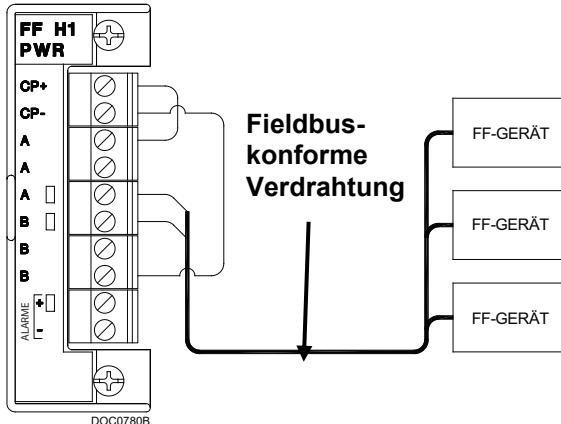
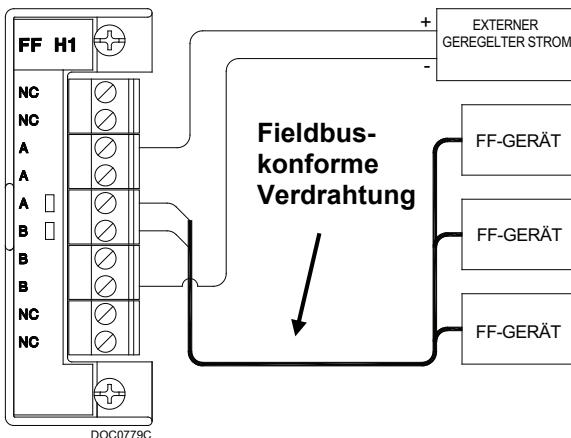

Abbildung 5. Feldverdrahtung für stromversorgtes H1-Modul
Abbildung 6. Feldverdrahtung für stromloses H1-Modul
3. Ziehen Sie die Schrauben an. Siehe Abbildung 5 oder Abbildung 6.
Die FFI unterstützt bis zu vier von einer von zwei Arten von H1-Segmentmodulen. Stromversorgungsmodul (siehe Abbildung 5) stellen bis zu 125 mA an geregelter Leistung bereit.
Verwenden Sie stromlose H1-Module und eine für einen Fieldbus zugelassene, externe, geregelte Stromversorgung (Siehe Abbildung 6), wenn Sie unsicher in Bezug auf die Leistungsaufnahme oder die Anzahl von Fieldbus-Geräten sind.